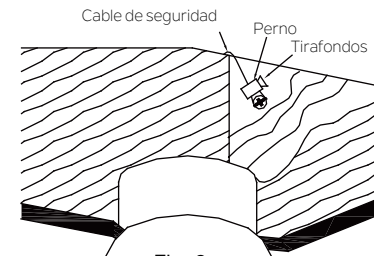

Fig. 8
Paso 2. Inserte el cable de seguridad a través de la placa de montaje y uno de los orificios de la caja de distribución eléctrica hasta el interior del techo. Ajuste la longitud del cable de seguridad para alcanzar el tornillo y las arandelas jalando todo el cable extra a través del sujetacables hasta que la longitud total sea la correcta; coloque el extremo del cable hacia atrás a través del sujetacables, formando un bucle al final del cable. Ajuste el sujetacables con firmeza. Ahora, coloque el bucle al final del cable de seguridad por encima del tirafondos y por debajo de la arandela. Ajuste bien el tirafondos. (Fig. 8)